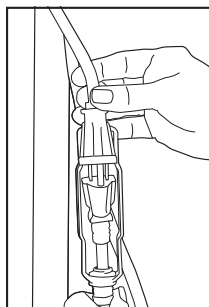

Fig. 2
3. Tournez le bouton au bas du verrou du cordon pour serrer le verrou et empêcher les cordes de s'écarter (Fig. 2).